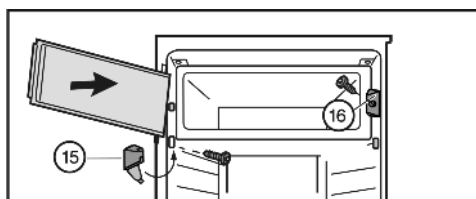

Fig. 8
- ▶ Uzávěr Fig. 8 (16) namontujte.
- ▶ Stojan ložiska Fig. 8 (15) namontujte a kryt přiklopte.